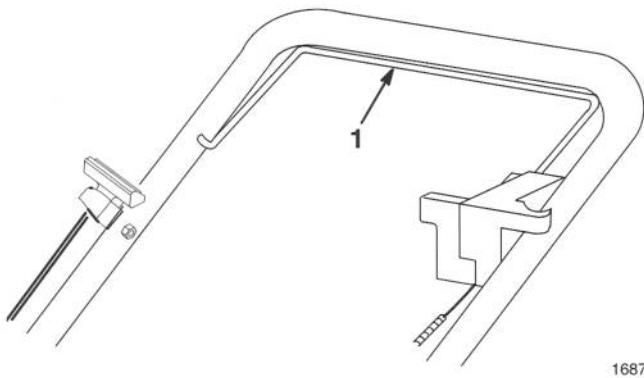

Figure 11
- Serrer lentement la barre de traction contre le guidon pour engager le mécanisme d'autopropulsion (Fig. 11).